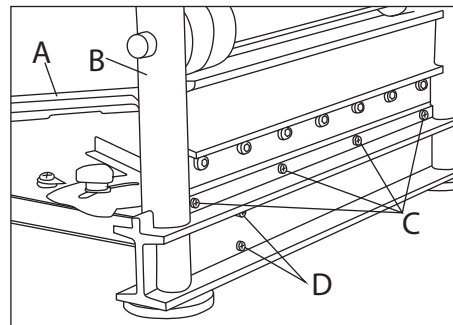
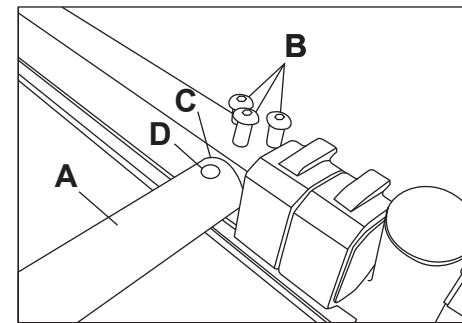

FIGURE 1
FIGURE 2
1. Assemblez l'ensemble de la table (Fig. 1-A) au châssis de coupe (Fig. 1-B). Pour fixer le haut de la table, utilisez quatre petite vis à tête Phillips (Fig. 1-C). Pour fixer le support de la table, utilisez deux vis à tête bombée (Fig. 1-D).
2. Assemblez le manche (Fig. 2-A) au dessus du châssis de coupe. Premièrement, en utilisant une clé hexagonale, desserrez les trois vis de fixation (Fig. 1-B). Ensuite insérez la tige du manche à l'intérieur du trou de montage (Fig. 2-C), s'assurant que le trou d'alignement (Fig. 2-D) s'aligne avec la vis de fixation du centre. Une fois que le manche est aligné et inséré, serrez la vis de fixation du centre. Finalement, serrez les deux autres vis de fixation.